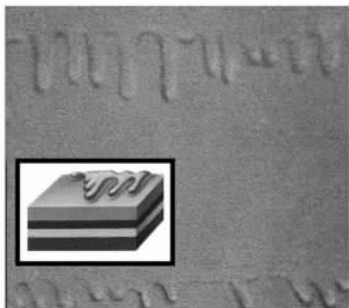

图 4-1 流挂缺陷
(1) 流挂缺陷 在垂直或斜面上喷涂时,涂膜厚薄不均,呈流滴或挂幕下垂的状态,如图 4-1 所示。
(2) 产生原因
① 所用溶剂挥发过慢或与涂料不配套。
② 一次涂得过厚,喷涂操作不当,重枪过多。
③ 涂料黏度偏低。
④ 环境温度过低或周围空气的溶剂蒸汽含量过高。
⑤ 涂料中含有密度大的颜料(如硫酸钡)。
⑥ 在光滑的涂膜上涂布新漆时,也容易发生垂流。
(3) 防治措施